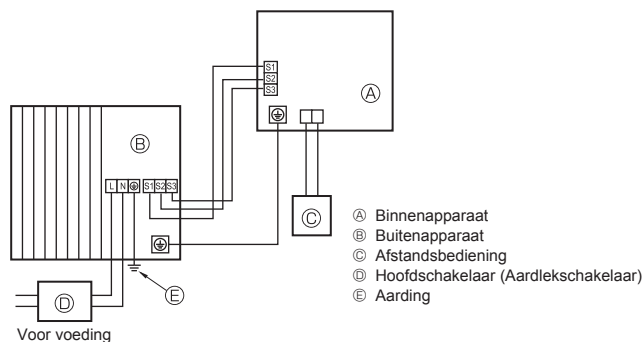
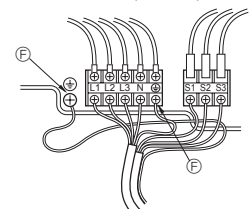

Fig. 6-1
Fig. 6-2
### 6.1. Buitenapparaat (Fig. 6-1, Fig. 6-2)
- 2 Sluit de kabels aan aan de hand van Fig. 6-1 en 6-2.